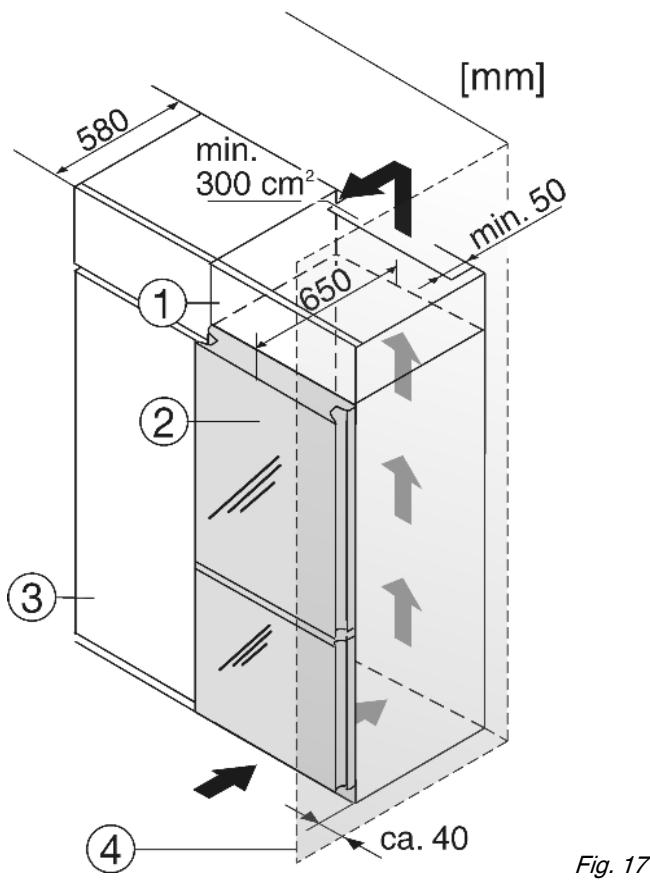

Fig. 17
(1) Дополнительный шкафчик
(2) Устройство
(3) Кухонный шкаф
(4) Стенка
Устройство может быть окружено предметами кухонной обстановки. Чтобы уравнять устройство *Fig. 17 (2)* по высоте с кухонной стенкой, можно установить над устройством соответствующий дополнительный шкафчик *Fig. 17 (1)*.
При комбинировании с обычными кухонными шкафами (глубина макс. 580 мм) устройство можно установить непосредственно рядом с кухонным шкафом *Fig. 17 (3)*. Дверь устройства выступает на 70 мм относительно передней стенки кухонного шкафа. Поэтому ее можно свободно открывать и закрывать.
Если устройство установлено на шарнирах у стены *Fig. 17 (4)*, то расстояние между устройством и стеной должно быть не менее 40 мм.